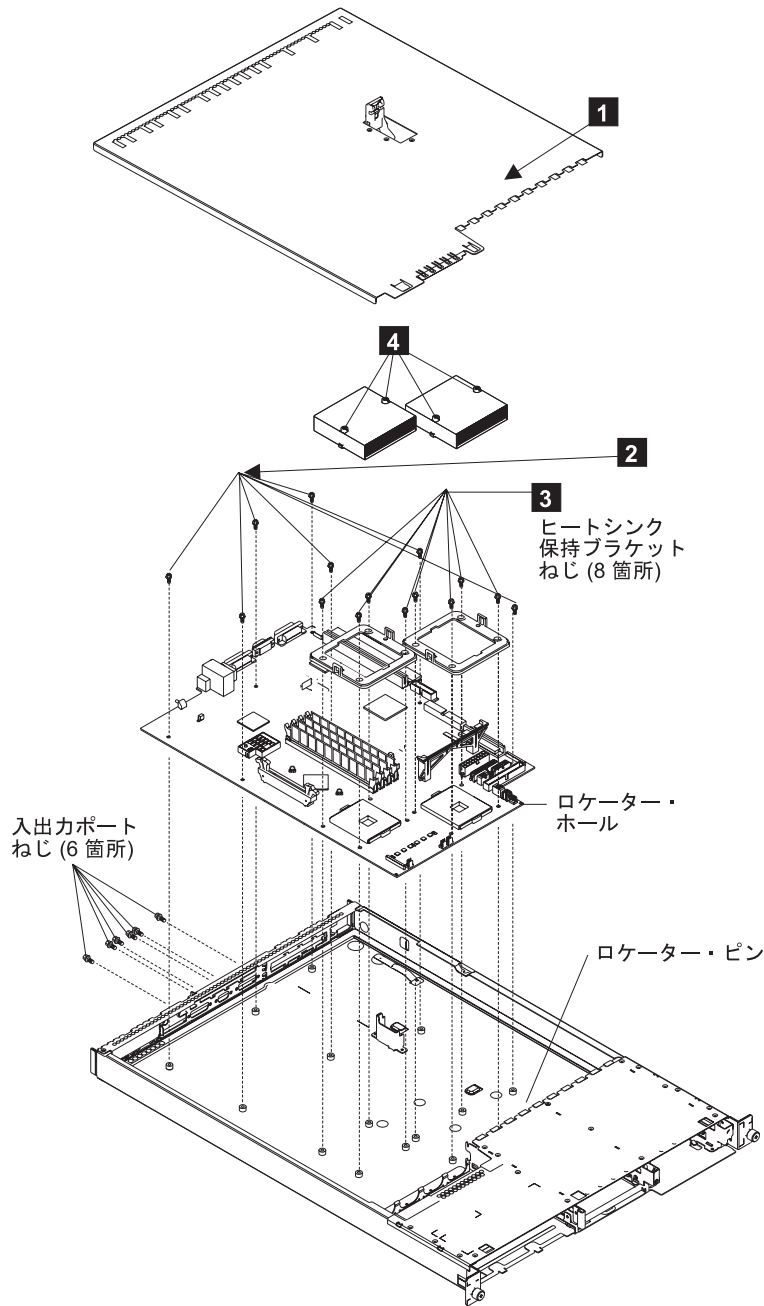

図 254. SAN ボリューム・コントローラー 2145-4F2 システム・ボード
1. 7 本のねじ (680 ページの図 254 の **2**) を再取り付けします。
4. それぞれのヒートシンク保持ブラケット (680 ページの図 254 の **3**) のねじを再取り付けします。